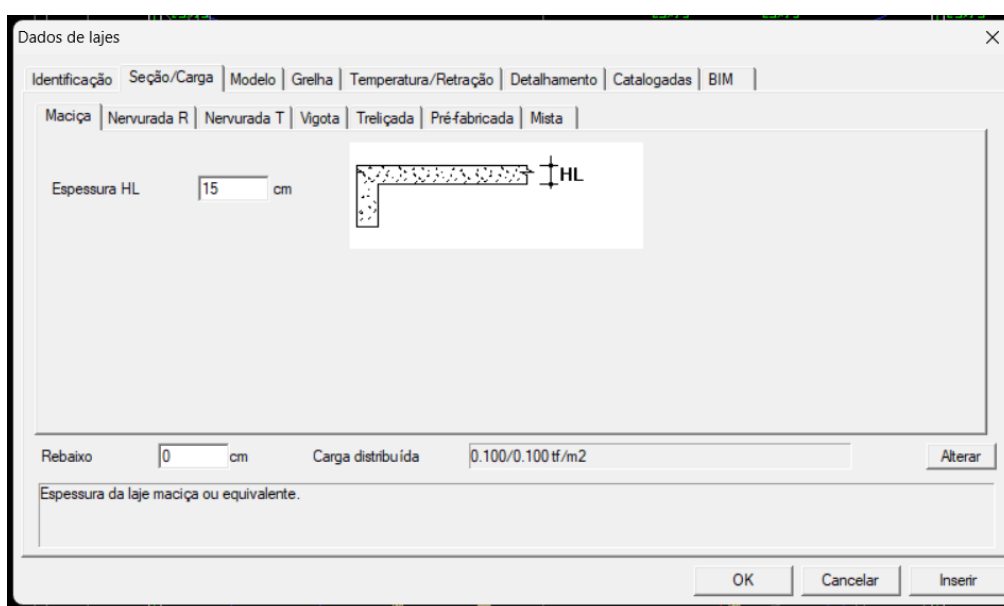

Figura 15 – Dados de lajes
-Para iniciar o lançamento das lajes, clique na aba “Lajes” e em seguida “Dados atuais”. Na aba “Seção/Carga”, insira a espessura da laje maciça, conforme Figura 15